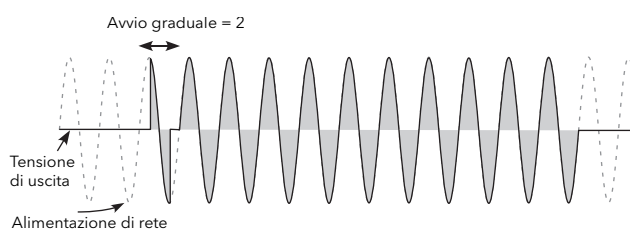

Figura 90 Esempio di avvio graduale
**Soft Start (Avvio graduale)** Solo per l'accensione a treno di impulsi, rappresenta la durata dell'avvio graduale, in mezzi periodi di tensione di alimentazione, applicando una rampa ad angolo di fase all'inizio di ogni periodo di accensione (Figura 90).